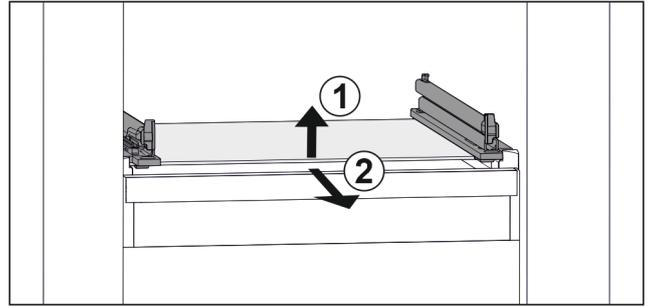

Fig. 138 玻璃隔板例图
- ▶ 抬起玻璃隔板前部。 Fig. 138 (1)
- ▶ 向前取出玻璃隔板。 Fig. 138 (2)